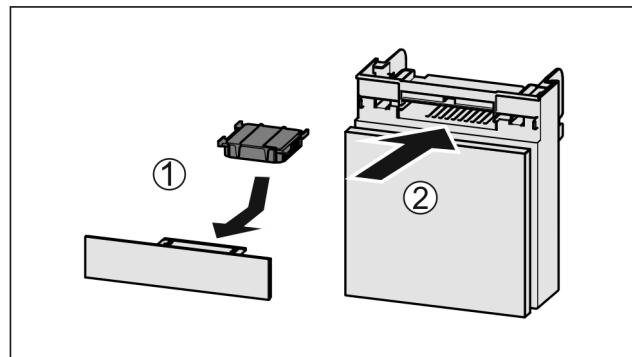

Fig. 77
- ▶ Vložte aktívny uhlíkový filter podľa obrázka Fig. 77 (1).
- ▶ Zasuňte zásuvku Fig. 77 (2).